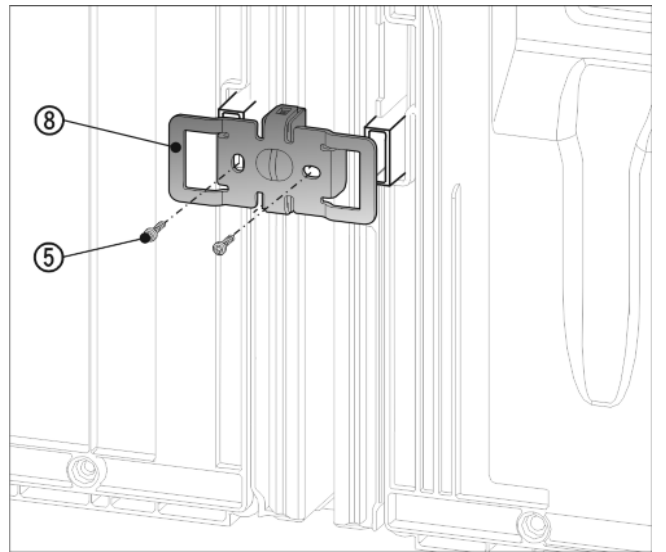

Fig. 12
- Työnnä kulma Fig. 12 (8) aukkoineen uudelleen seinävälilleen kiinnitykselle.
- Ruuvaa kiinni 2 ruuvilla Fig. 12 (5).